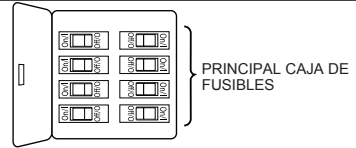

Figura 1
Caja de perfil bajo (Figura 1)
1. Coloque la aspa sobre el motor, la punta roja de la volante esté alineada con la orificio central en la aspa. Asegúrese de que la pala esté completamente asentada en el motor giratorio e instale los 1/4"-20 tornillo de cabeza plana con arandela plana/arandela de resorte, pero no los apriete por completo por el momento. (Figura 1)
1. Extraiga la pieza de la bola colgante de la unidad de la bola colgante / varilla aflojando el tornillo de presión de la bola colgante hasta que la bola se libere de la varilla. Retire el pasador del barral y luego extraiga la semiesfera. Conserve el pasador y la semiesfera para su reinstalación en el Paso 6. (Figura 1)
Para evitar una posible descarga eléctrica, asegúrese de cortar la alimentación eléctrica de la caja de fusibles principal antes de colgar el ventilador. (Figura 1)
1. Para configurar el código de unidad del receptor. Deslice los interruptores de código a las mismas posiciones que en el transmisor. (Figura 1)
- ☐ 1. Instale la cubierta rotando la ranura clave en la cubierta sobre el tornillo de hombro del soporte del gancho, teniendo cuidado de no pillar los cables. Fije el tornillo de hombro. Instale adecuadamente y fije el segundo tornillo de hombro que fue anteriormente guardado. (Figura 1)
- ☐ 1. Extraiga uno de los tres tornillos del soporte ubicado en la parte inferior de la unidad del motor. Guárdelos para después y afloje levemente los otros dos tornillos. (Figura 1)
El uso de un regulador de la intensidad completa (no incluido) para controlar la velocidad del ventilador dañará el dispositivo. Para reducir el riesgo de incendio o descarga eléctrica, no utilice dicho regulador para controlar la velocidad del ventilador. (Figura 1)